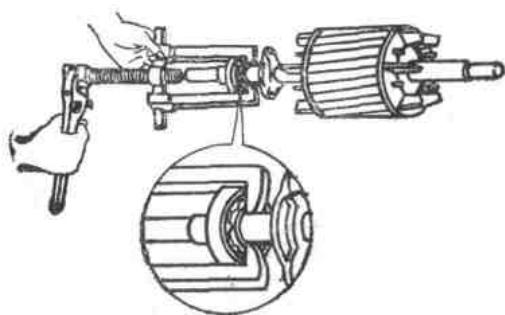

图 1-23 拉具
2. 拉具 拉具又叫掳子、拉模、拉扒或拉盘。有双爪的和三爪的两种。它是用来拆卸皮带轮和轴承等的工具，使用的方法如图1-23所示。